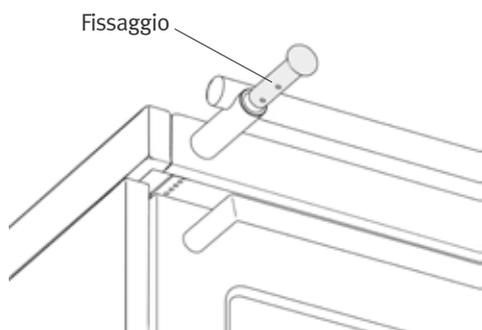

Fig. 5
- ⇒ Allentare leggermente le viti a testa esagonale delle manopole di comando (parte inferiore) e svitarle fino a ottenere la sporgenza dell'intelaiatura desiderata. (fig. 5)